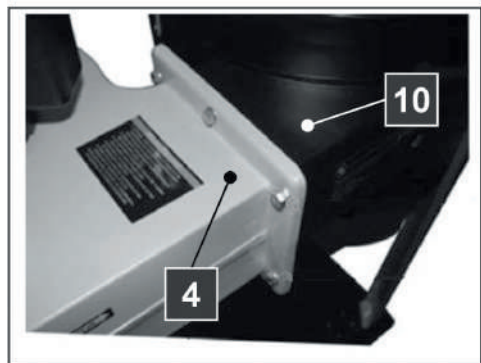

Рис. 7
- Совместите вход корпуса фильтра (10) с выходом корпуса вентилятора (4), установите между ними прокладку, скрепите их шестью болтами (рис. 7).